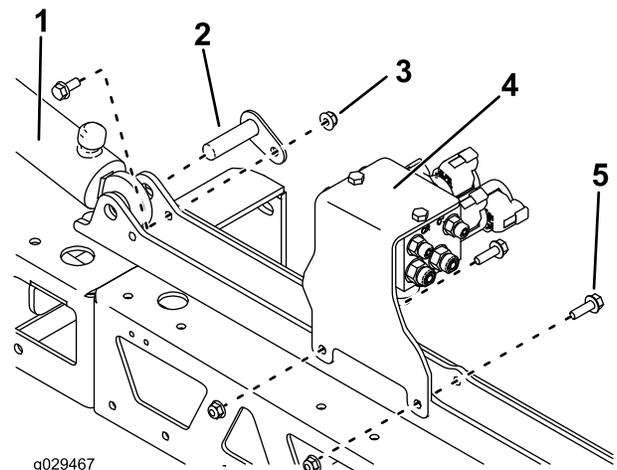

Bild 14
2. Installieren Sie die Hydraulikzylinder und Ventilhalterung mit den Originalbefestigungen (Bild 14).